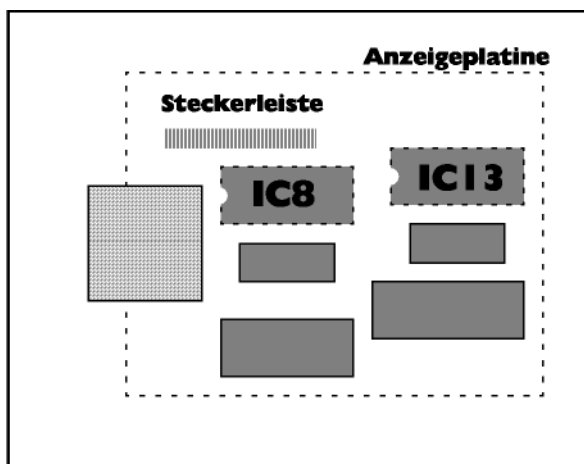

Bild 6.1
- Die Lage der Programmspeicher-Bausteine, der sogenannten EPROMs, ist in Bild 6.1 skizziert: es sind die IC8 und IC13.